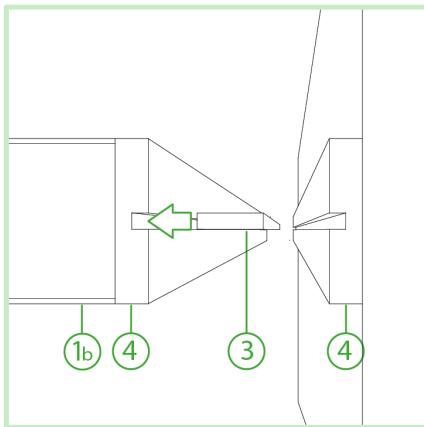
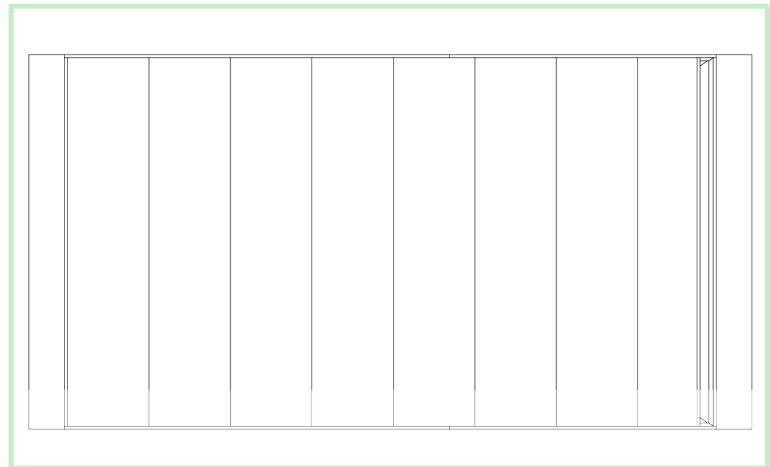

Abbildung 25: E2P-Verbindung
Abbildung 26: Setzen des Abschlusselements mit C3W-Profil
Nach dem Einsatz des Schlusselements mit C3W-Anschlusselement (Abb.26), welches wie im Schritt 3 ausgeführt wird, werden zwei E2P-Verbinder (3) analog zu Schritt 2 in die Nuten der beiden C3W-Anschlusselemente (4) gesteckt (Abb.25 und 27).